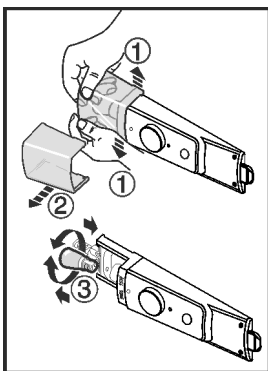

Fig. 10
- ▶ Poklopac žaruljice rastavite prema slici, unutra, pritiskom u prednjem dijelu Fig. 10 (1) i skinite ga povlačenjem u stranu Fig. 10 (2).
- ▶ Zamijenite žarulju. Fig. 10 (3)